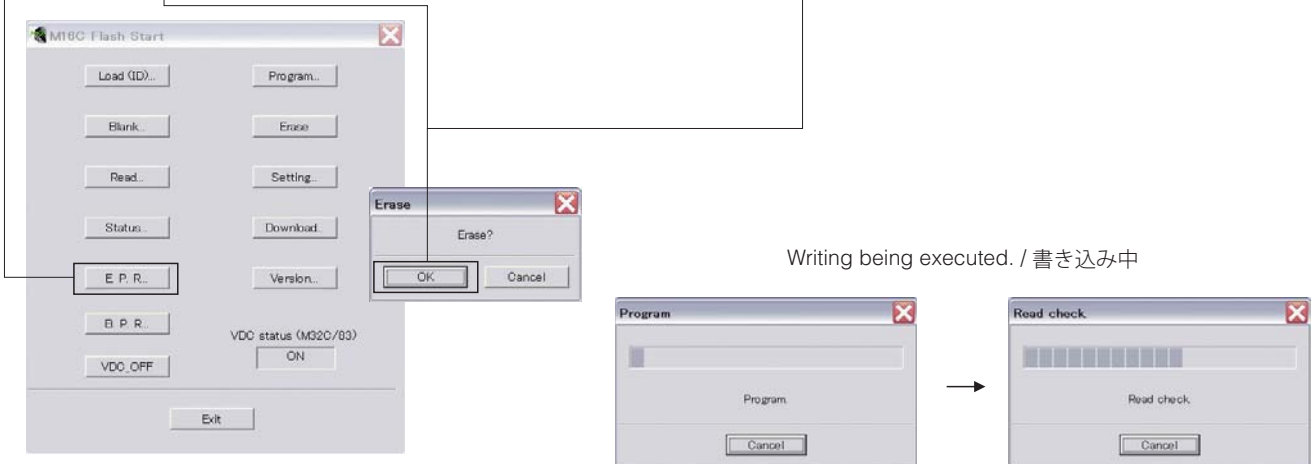

Fig. 5
6. Click [E.P.R.], then the "Erase" screen appears. (Fig. 5)
6. [E.P.R.] をクリックすると、「Erase」が表示されます。(Fig. 5)
7. Click [OK] to start writing. (Fig. 5)
7. [OK]をクリックして書き込みを開始します。(Fig. 5)